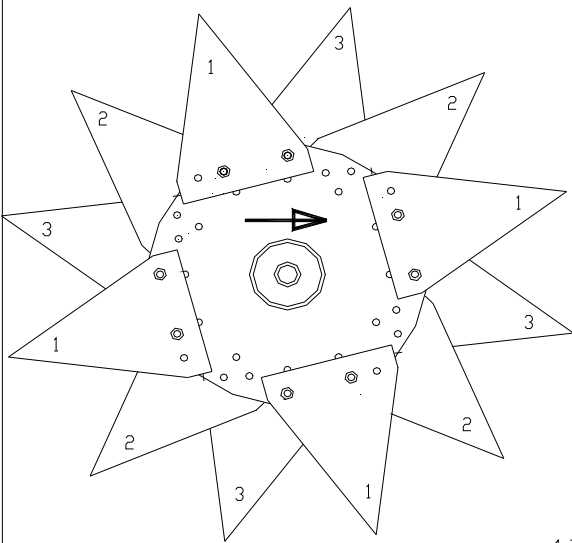

Fig. 4.
7. Die (standardmässig mitgelieferten) Truckster-Klingen können nun am Rotor montiert werden, wie in Abb.4 dargestellt. In Abb.4 sind 4 Klingen gleichmässig verteilt an einer Scheibe angebracht. An der nächsten Scheibe müssen die Klingen versetzt angebracht werden. In Abb.4 wird dies durch unterschiedliche Nummern auf den Klingen veranschaulicht. Die eins steht für die Anordnung der Klingen auf der ersten Scheibe, etc. Montieren Sie die Klingen genauso wie in Abb. 4 angegeben. Weitere Informationen zu den Klingen und der Montage finden Sie in Kapitel 12.